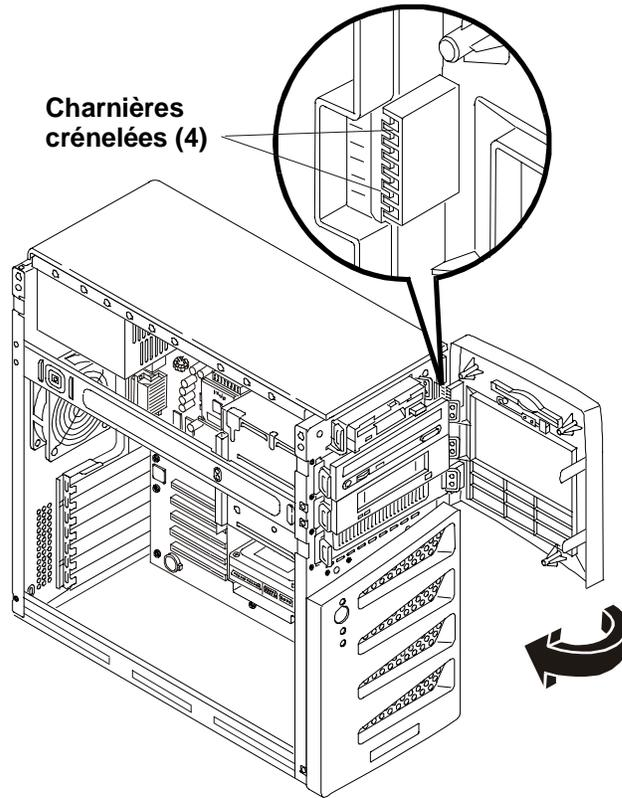

Figure 3-4. Remise en place du cadre de face avant
1. Tenez le cadre de face avant près du châssis et alignez les charnières crénelées supérieure et inférieure, comme illustré à la figure 3-4.